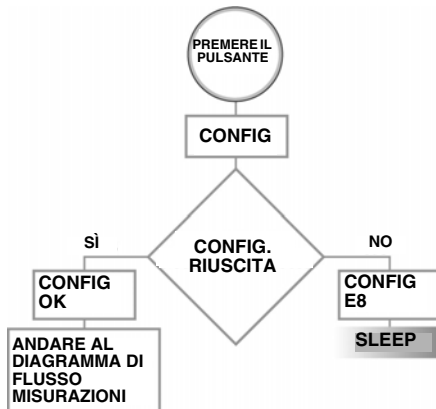

FIG. 4
- Tenere premuto il pulsante "Display" (A) di nuovo per configurare il profilo per il TLM nel software Pulse.
- Il display mostra "CONFIG OK" come mostrato in FIG. 4, pagina 5 quando il profilo TLM è registrato nel software Pulse.
Se il profilo TLM non viene registrato con il software Pulse, viene visualizzato il messaggio di errore "CONFIG E8" (punto 2, FIG. 4).